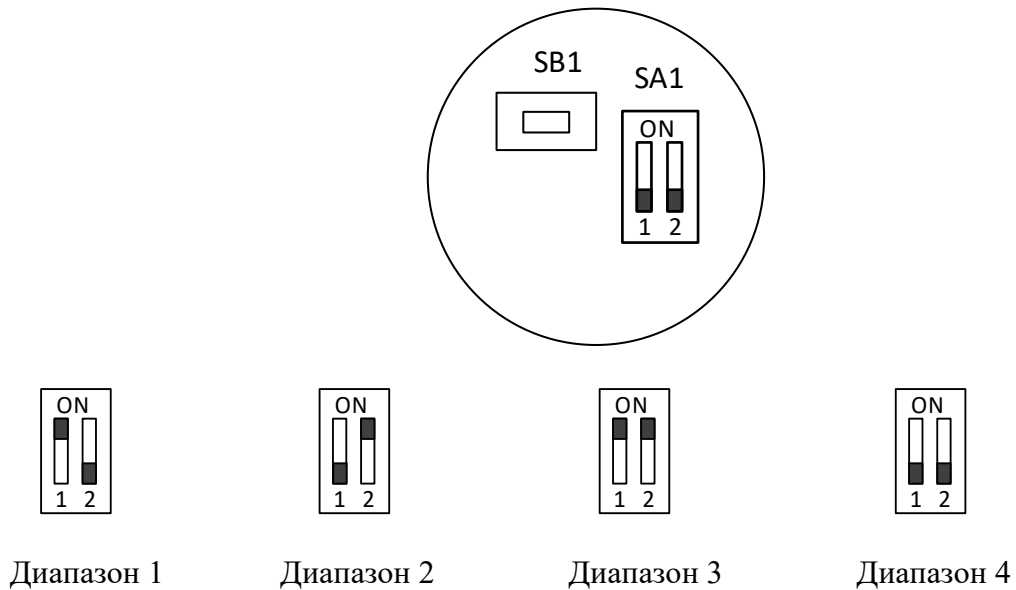

Рис.2 Положение «кнопок» DIP-переключателя
Переключение диапазонов измерений у моделей в четырехдиапазонном исполнении серий ДДМ 101х, ДДМ 102х производится с помощью двухконтактного переключателя, установленного непосредственно на электронную плату. Положение «кнопки» DIP-переключателя для каждого из четырех диапазонов показано на рис.2.
- открутить крышку датчика. Под крышкой на плате расположена кнопка SB1 рис.2 подстройки «нуля»;
- открутить крышку датчика. Под крышкой на плате расположены микропереключатели конфигурации диапазонов (рис.2). Положение переключателей для каждого из диапазонов следующее: